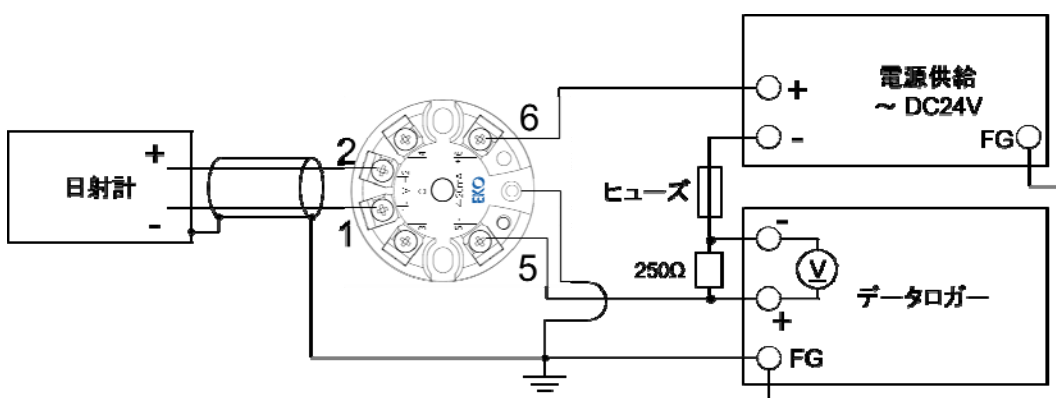

図 5-3. 配線図例(電圧計を用いる場合)
- ・電圧計を用いる場合: 図 5-3 の例に示す通り、4-20mA 電流ループ回路にシャント抵抗を挿入し抵抗の両端電圧を計測する方法。挿入するシャント抵抗値として例えば 250Ω を用いた場合、4-20mA は 1-5V に変換されます。ご使用になる電圧計の計測レンジに合わせてシャント抵抗をご用意ください。なお、シャント抵抗を挿入することで電圧降下が発生しますので、電圧降下分を考慮して電源電圧を選定してください。推奨電源電圧は 24V です。
電圧計を用いる場合 (別途、シャント抵抗が必要となります) (図 5-3)